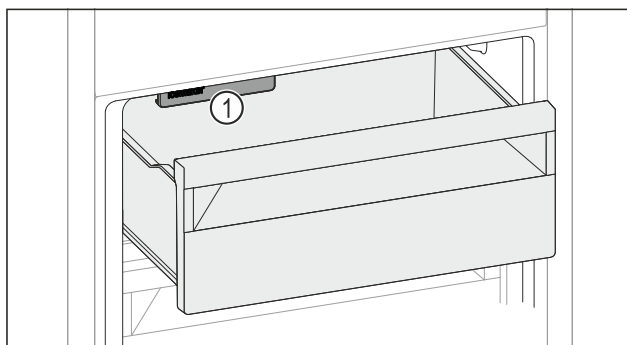

Fig. 155
- Observera IceMaker Fig. 155 (1).